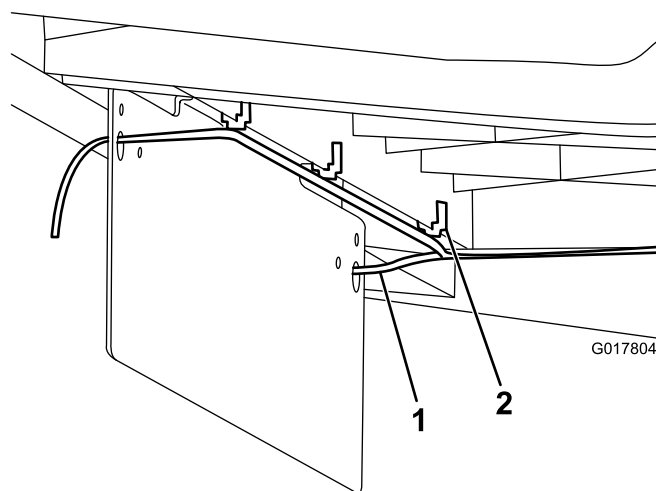

Figure 12
2. Mettez le faisceau de câblage en place en attachant les clips sur la face inférieure du plateau (Figure 12).
3. Faites passer les fils dans les grands trous du support de plaque (Figure 12).